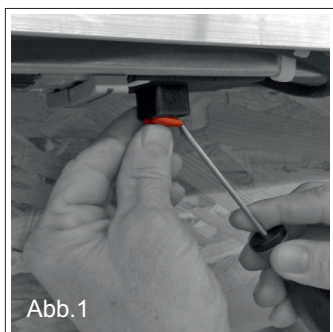
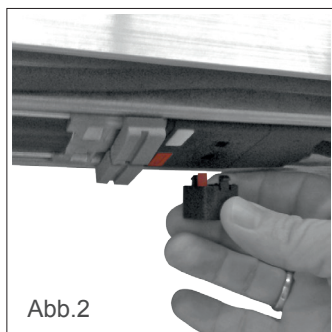

Abb.1
Abb.2
- 2.1.1 **Elero JA Motor:** Orange Kappe vom Auflaufschalter des Motors entfernen (Abb.1). Falls sich dabei der gesamte Auflaufschalter vom Motor löst, Schalter lt. Abb.2 wieder einsetzen (oranjer Stift liegt auf der Seite der orangen Taste).